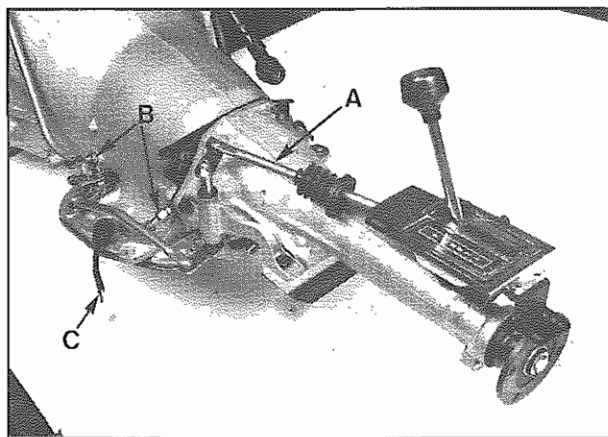

Fig. 1 - A - Asta comando marce
- Smontare l'asta comando marce dal cambio: far leva con un cacciavite ed estrarre il perno dalla boccola (**Fig. 1**).
- Sfilare i manicotti di raccordo radiatore olio-cambio al cambio (**Fig. 1**). Chiudere le estremità con tappi.
- Staccare i cavi consenso retromarcia ed avviamento ed il cavo contachilometri (**Fig. 1**).
- Remove gear control rod from the transmission: using a screw driver remove the pin from the bush (**Fig. 1**).
- Slip off sleeves connecting transmission oil radiator to transmission (**Fig. 1**). Close ends with plugs.
- Disconnect reverse gear and start cables, speedometer cable (**Fig. 1**).
- Smontare i dadi di fissaggio cambio al motore (6) (**Fig. 1**).